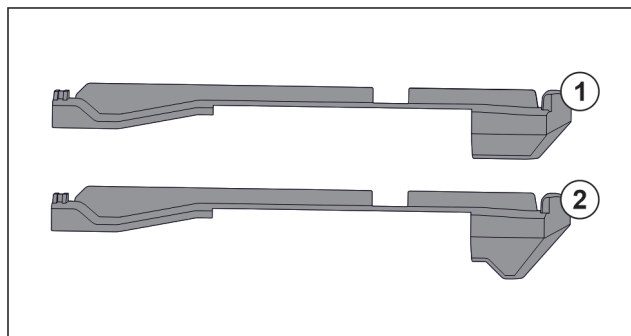

Fig. 108 Porovnanie násuvných dielov
V zariadení sa nachádzajú dva rozdielne násuvné diely. Násuvný diel nad spodnou zásuvkou Fig. 108 (2) má trojuholníkovú hranu. Všetky ostatné násuvné diely Fig. 108 (1) majú rovnú hranu.
- ▶ Namontujte násuvný diel Fig. 108 (2) s trojuholníkovou hranou nad spodnú zásuvku.
- ▶ Namontujte násuvný diel Fig. 108 (1) s rovnou hranou na všetky ostatné miesta.